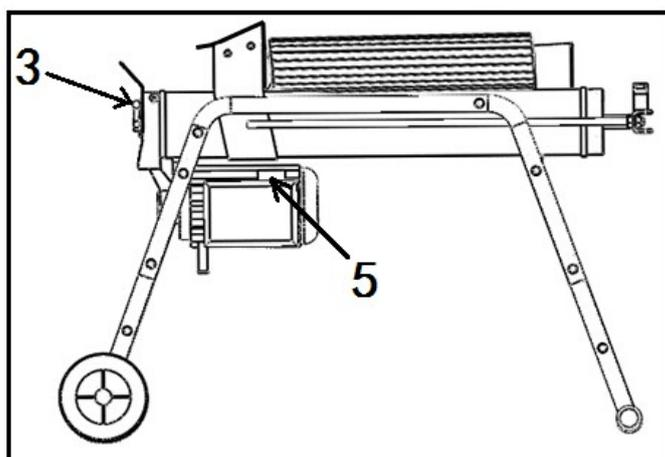

Fig .8
levier de commande hydraulique (3) tandis que la main droite contrôle le poussoir (5) comme montré sur la Fig. 8. Le fendeur ne peut fonctionner sans cette double commande. C'est seulement quand les deux mains libèrent les commandes que le piston commence à revenir vers l'arrière à sa position de départ.